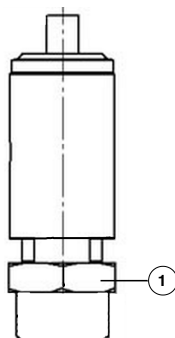
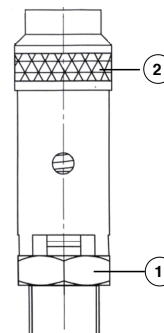

Рис. 77: Предохранительный клапан с разъемом 1/4"
Рис. 78: Предохранительный клапан с разъемом 1/2"
2. Откройте предохранительный клапан на несколько секунд, повернув гайку с накаткой (Рис. 78 на стр. 83) против часовой стрелки. Во время данного процесса открывается затвор предохранительного клапана, за счет чего должно произойти стравливание воздуха.
1. Установите на плоскости под ключ рожковый ключ (см. поз. 1, Рис. 77 на стр. 83 и Рис. 78 на стр. 83) и поворотом влево выкрутите предохранительный клапан.